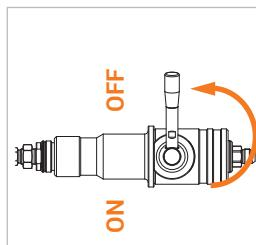

Abbildung 5
► Drehen Sie den Betätigungshebel (Pos. 3) der Füllkupplung um 180° in die OFF-Position (*Abbildung 5*).